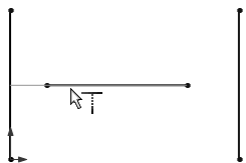

图 3-24 指针移动到要延伸的直线上
- [3] 单击【工具】/【草图工具】/【延伸】，将指针移动到要延伸的直线草图实体上，如图 3-24 所示。